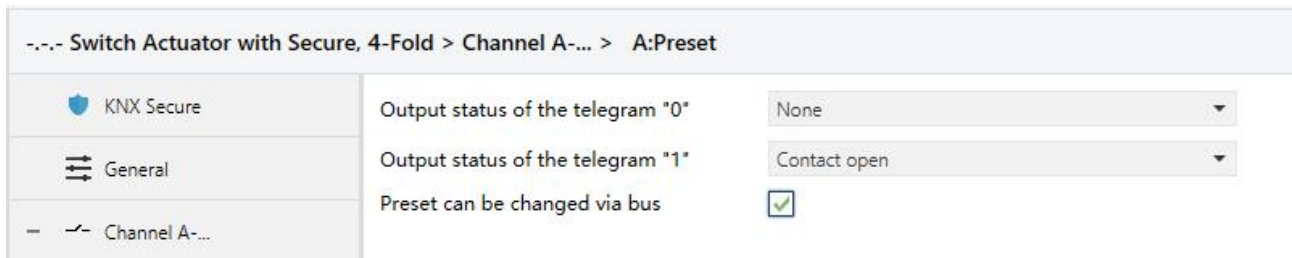

图 4.4.2 X: Preset 设置界面
在如图 4.4(2) 所示的参数设置界面中参数“Function of “preset” for switch” 选择使能时将出现如图 4.4.2 所示的预设值设置界面。